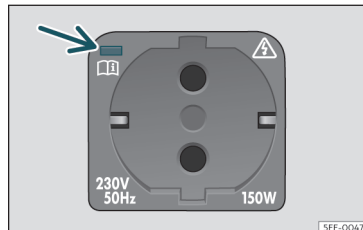

Abb. 130 Im Gepäckraum links: 230-Volt-Steckdose.
Bei laufendem Motor wird die Steckdose >>> **Abb. 130** automatisch aktiviert, sobald ein Stecker eingesteckt wird. Wenn genug Energie zur Verfügung steht, können Sie die Steckdose auch bei ausgeschaltetem Motor verwenden >>> ❷.